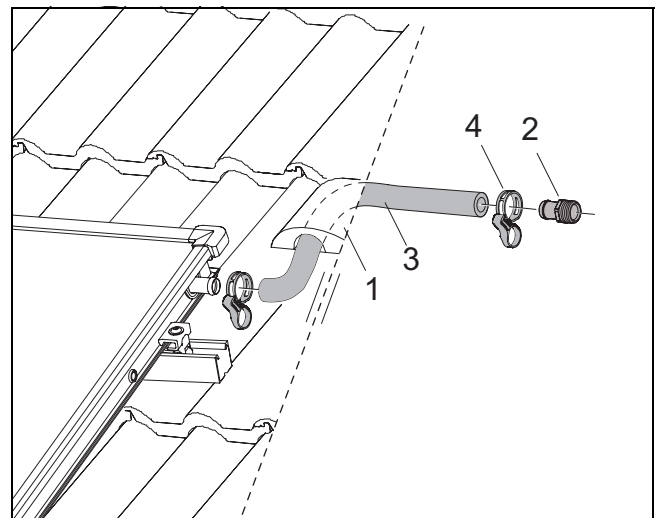

Fig. 48 Montarea țevii pentru tur (fără aerisitor pe acoperiș)
- ▶ Împingeți furtunul solar (1000 mm, Fig. 48, [3]) pe țeava pentru tur a câmpului de panouri și fixați-l cu brida cu bandă elastică (Fig. 48, [4]).
- ▶ Împingeți furtunul solar pe capătul furtunului (Fig. 48, [2]) până se oprește și fixați-l cu brida cu bandă elastică.
- ▶ Racordați canalul colector la capătul furtunului R^{3/4} cu presetupă de fixare (18 mm) (Fig. 48, [2]). Procedați în același mod și în cazul conexiunii pentru retur.